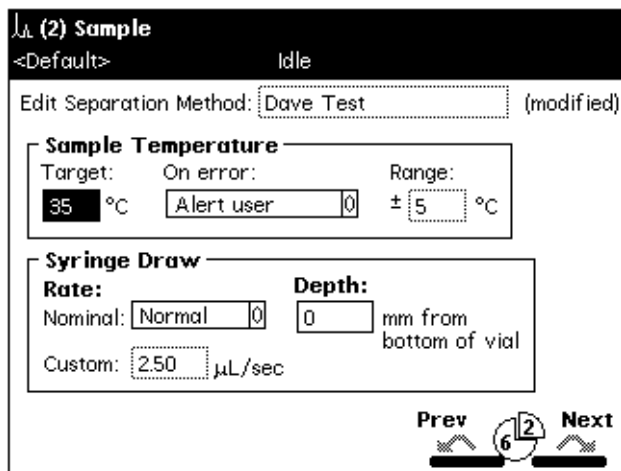

图 6-5 样品屏幕
1. 按 **Next** (下一屏) 或 **Prev** (上一屏) 屏幕键 (如果适用), 以显示 Sample (样品) 屏幕 (图 6-5)。